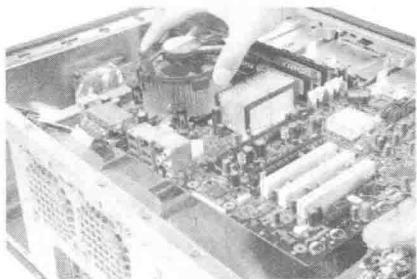

图 1-16 放入主板
(2) 依次检查各卡钉位置是否正确,确定正确后,双手平托住主板,将主板放入机箱,如图 1-16 所示。